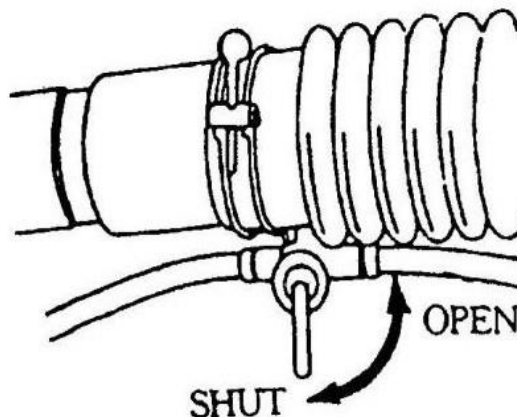

Fig. 8
- 1) Lors de la pulvérisation, si nous voulons ajouter plus de produit dans le réservoir, nous devons éteindre l'appareil, voir fig. 8. Lors de la pulvérisation, le levier de pulvérisation et le couvercle du réservoir de carburant doivent être en position basse, sinon les produits chimiques fuiront.